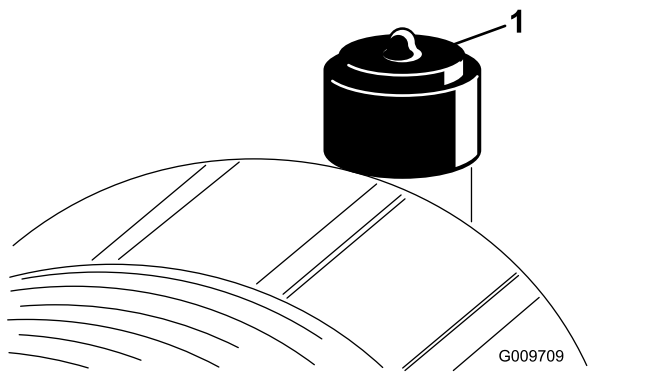

Figura 90
Faça a manutenção ao filtro de ar apenas quando o indicador de manutenção (Figura 90) o exigir. Mudar o filtro de ar antes de ser necessário apenas aumenta a possibilidade de entrar sujeira no motor quando retira o filtro.
2. Reinicie o indicador (Figura 90) se este se apresentar vermelho.